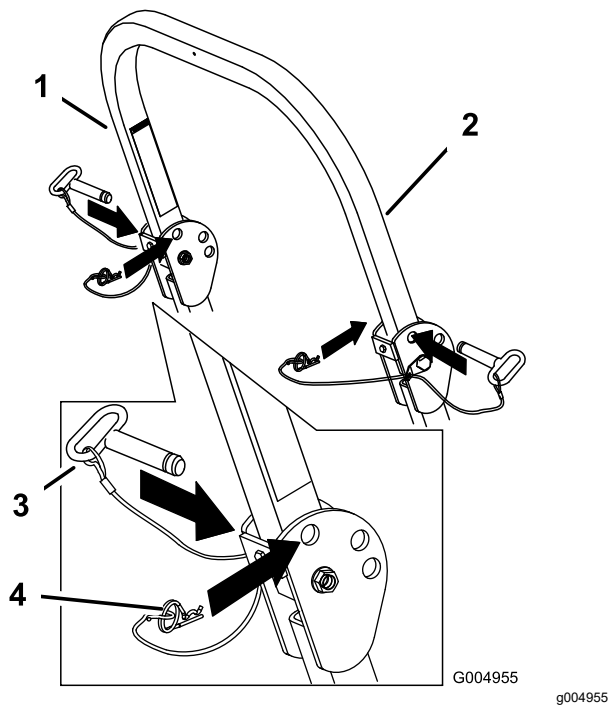

Figure 5
1. Retirez les goupilles fendues puis les 2 axes (Figure 5).
3. Posez les 2 axes et fixez-les avec les goupilles fendues (Figure 5).
2. Relevez complètement l'arceau de sécurité puis insérez les 2 axes et fixez-les avec les goupilles fendues (Figure 5).